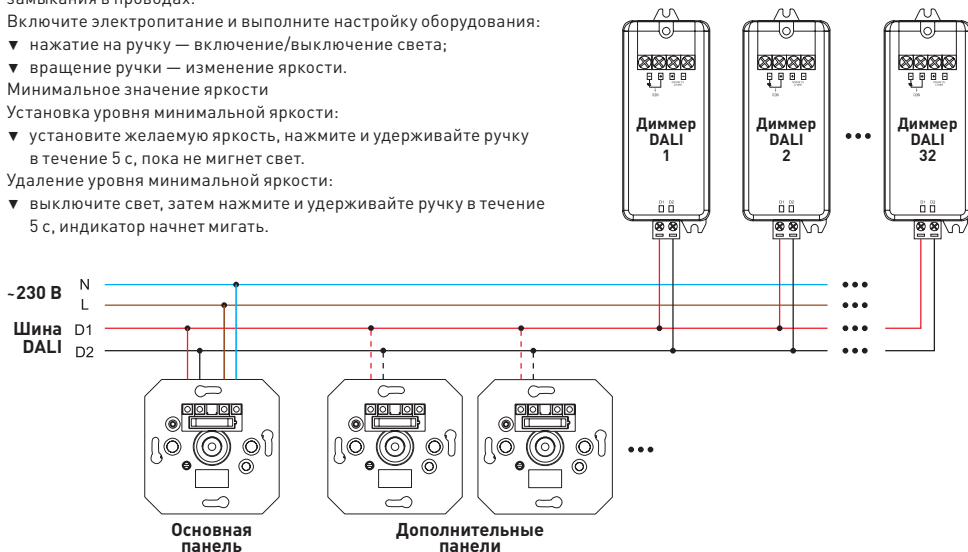

Рис. 2. Схема соединения оборудования при подключении одной панели к сети 230 В
- 3.2. Подключите панель в соответствии со схемами на рис. 2–3.